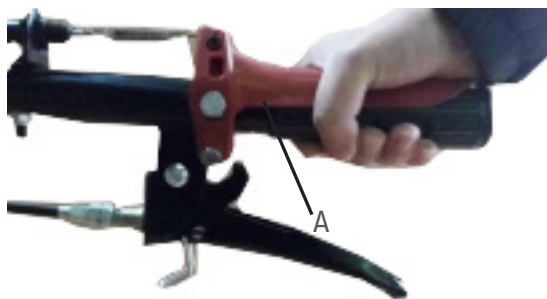

Fig.9
Accelerați motorul și eliberați maneta de ambreiaj (A) încet și complet, pentru a începe să ruleze (fig. 9). Este un sistem de control, pentru siguranță, maneta A trebuie întotdeauna apăsată pentru ca utilajul să funcționeze. În cazul în care apare o anumită situație de urgență, trebuie doar să se elibereze maneta, astfel că motorul se va opri.